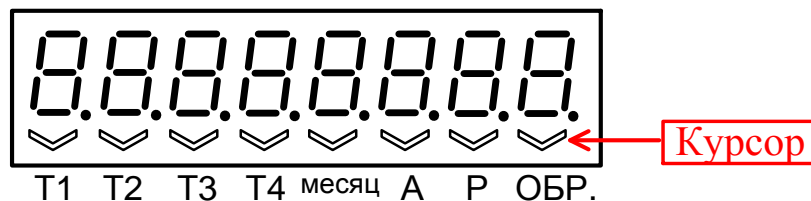
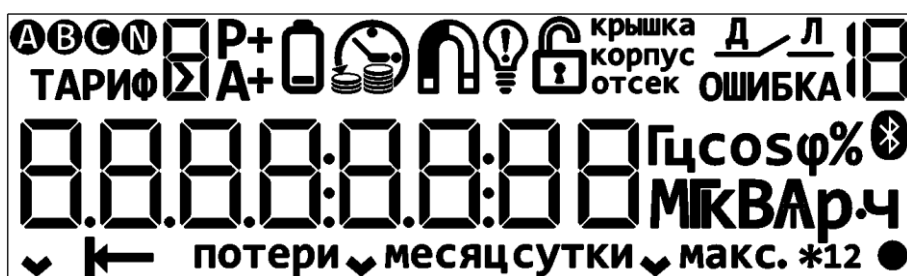

Рисунок 7.2 – Дисплей счетчика для установки на щит (тип 1)
Рисунок 7.3 – Дисплей счетчика для установки на щит (тип 2)
7.4.5 Счетчик для установки на щит может поставляться с сегментным дисплеем типа 1 (рисунок 7.2) или типа 2 (рисунок 7.3). Счетчик для установки на DIN-рейку имеет графический (пиксельный) дисплей типа 3 (рисунок 7.4).